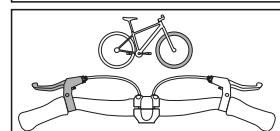

Fig. 1: disposition des leviers de frein
- ↪ Familiarisez-vous avec la disposition des leviers de frein. Le levier droit commande le frein arrière, et le levier gauche, le frein avant (*Voir Fig. 1*).